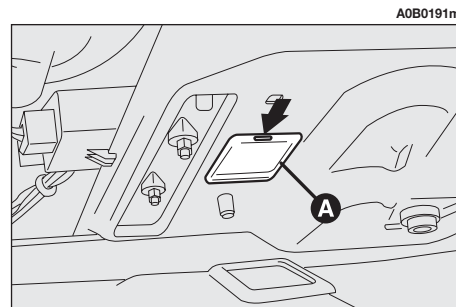

fig. 64
– En se servant d'un tournevis à lame plate, sortir le transparent (**A-fig. 64**) muni d'ampoule.